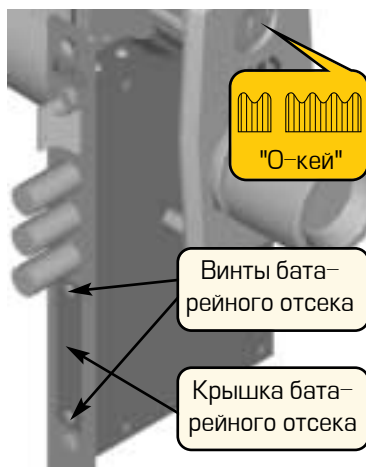

Рисунок 34 – Замена батарей
1. С помощью отвертки вывинтите два винта крепления крышки батарейного отсека на торцевой поверхности замка (рис. 34);